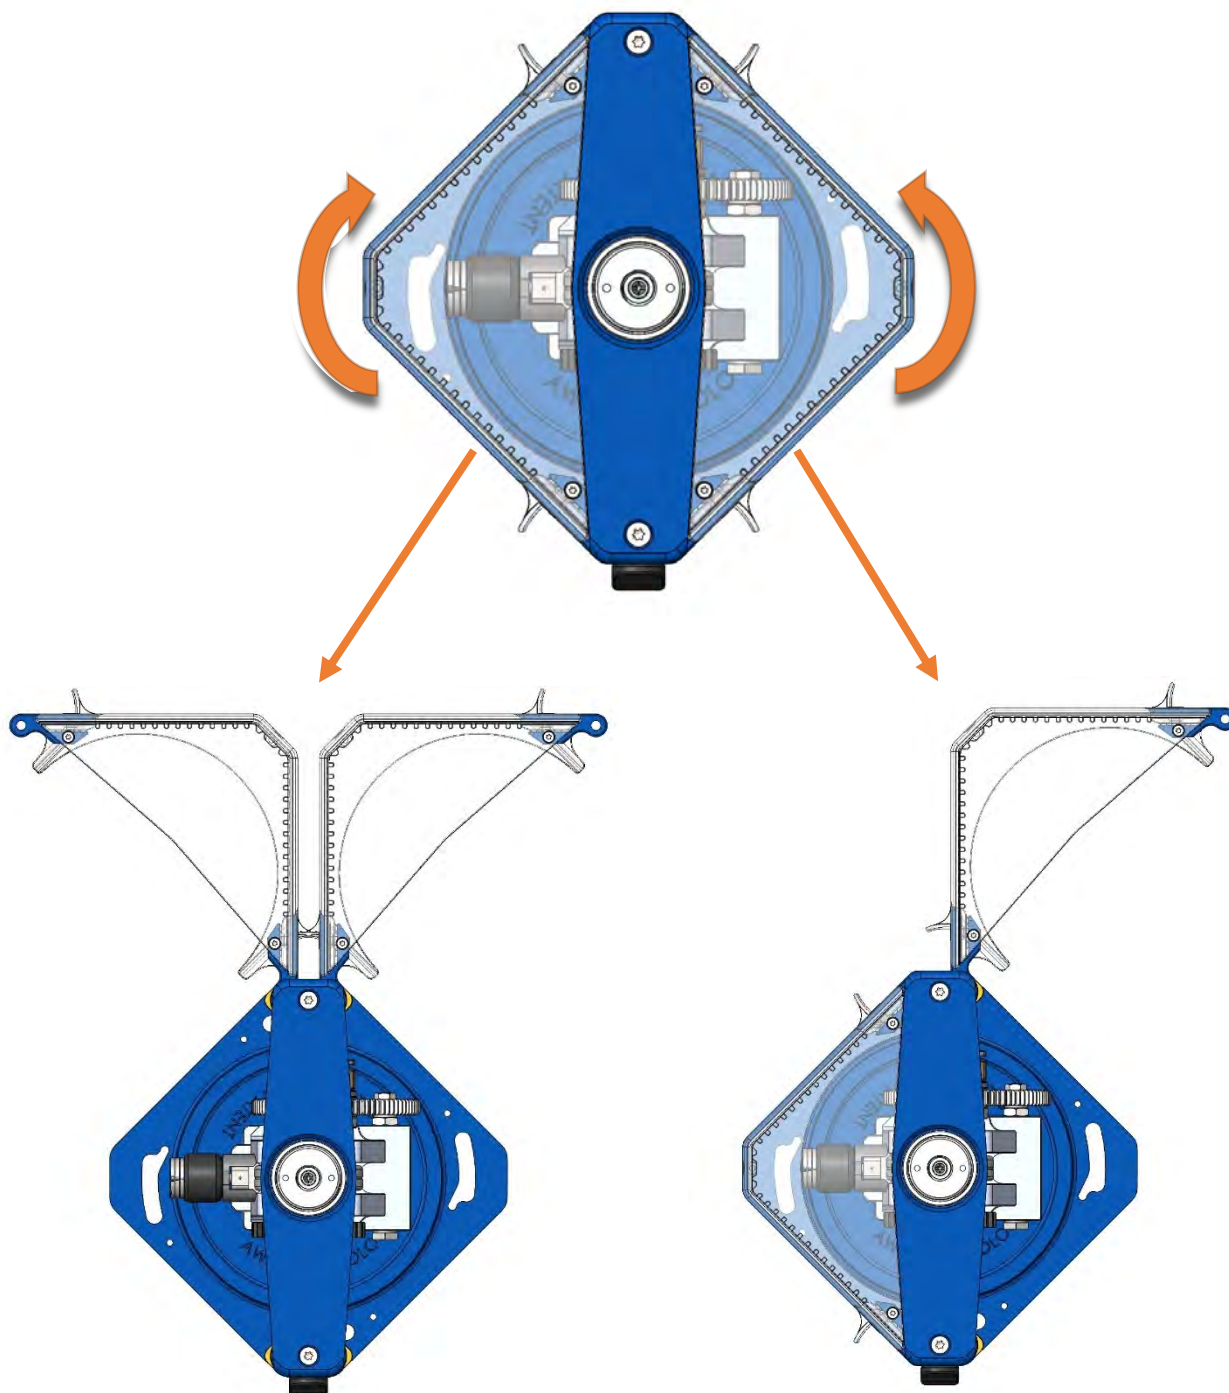

Figura 16
2. Tenendo premuto il pulsante, aprire una o entrambe le protezioni laterali ruotandole nella direzione indicata dalla freccia. Figura 16;